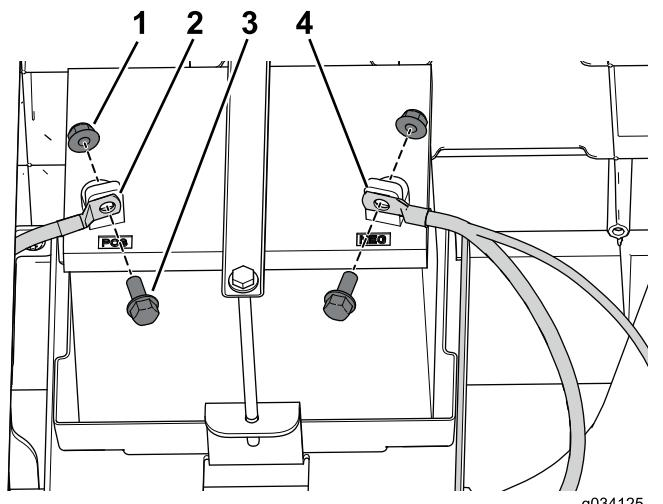

図7
7. バッテリーから、マイナス-ケーブルを外し、次にプラス+ケーブルを外す図7。
- バッテリーケーブルを固定する先ほど外したボルト2本とナット2個でバッテリー端子に接続する図7。